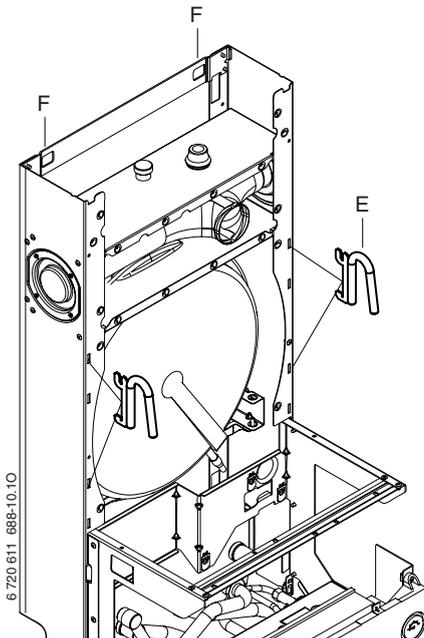

Fig. 10
Per facilitare la presa ed il sollevamento della caldaia, è possibile richiedere, con fornitura opzionale, le apposite maniglie, cod. 8 716 760 027 0 (vedi fig. 10, rif. E).
- ▶ Sollevare la caldaia ed agganciarla tramite i 2 fori a forma quadrata (fig. 10, rif. F) alle 2 viti sul muro. Per via dell'operazione successiva, non procedere al serraggio delle 2 viti di supporto.